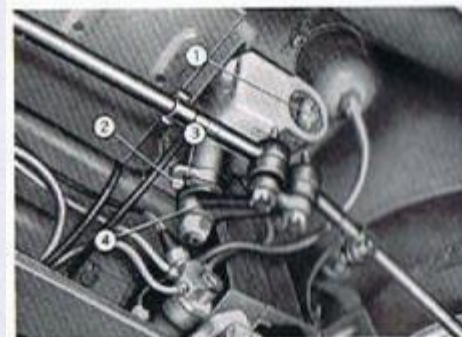

Fig. 44: Justering af spillerummet mellem snøkkestyretøjets snøkke og sektor.
- Bolten (2, fig. 44) løsnes, og den ekscentriske bøsning med justerpladen drejes således, at sektoren kommer nærmere snekken. Pladen drejes så langt, at det andet hul kan benyttes til monteringsbolten.
Ved hjælp af møtrikken (1, fig. 44), der er anbragt for enden af styrehuset, justeres lejet.